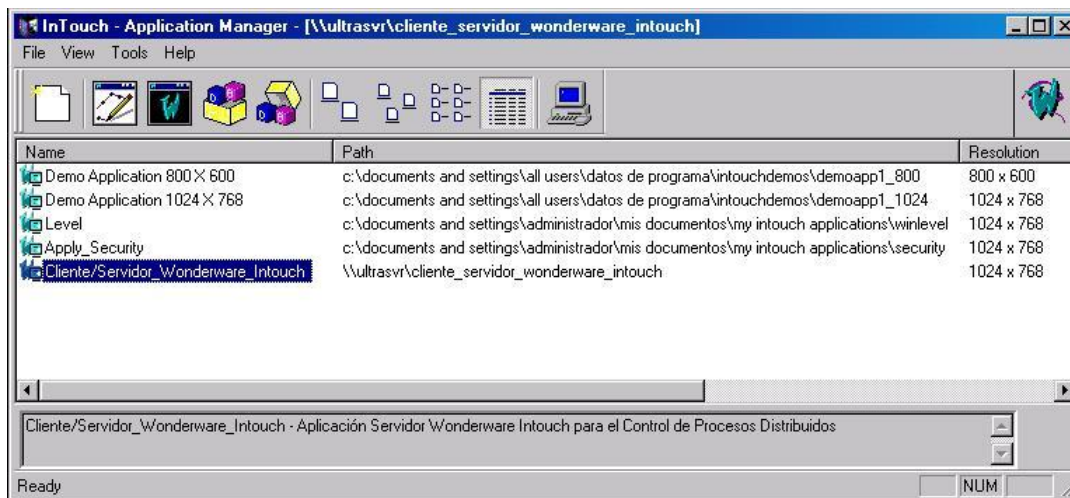

Figura 21. Distribución de la Aplicación al Nodo de Visualización
- Al hacer doble clic sobre el nombre de la aplicación o clic sobre la opción **Aceptar** después de haber seleccionado el nombre de la aplicación, esta quedará distribuida por NAD y aparecerá en el listado de aplicaciones en la ventana **Application Manager**. Figura 21. En esta misma figura se puede observar el Path o vía de acceso a la aplicación, en este caso `\\ultrasvr\Cliente_Servidor_Wonderware_Intouch`